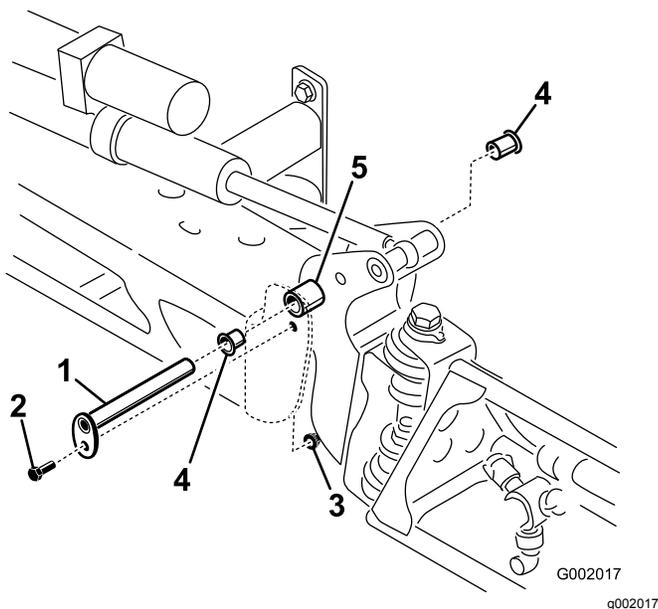

Figura 103
3. Con el peso del brazo apoyado, retire el perno y la tuerca que fijan el pasador de giro al conjunto del brazo (**Figura 103**).
4. Retire el perno y la tuerca que sujetan el pasador de giro, y retire el pasador (**Figura 103**).
6. Retire los casquillos de nylon desde delante y desde detrás del soporte del giro, e inspecciónelos (**Figura 103**).
7. Aplique una pequeña cantidad de aceite en los casquillos de nylon e instálelos en el soporte del pivote (**Figura 103**).
8. Instale el conjunto de brazo y soporte del pivote en el bastidor central, alineando los orificios (**Figura 103**).